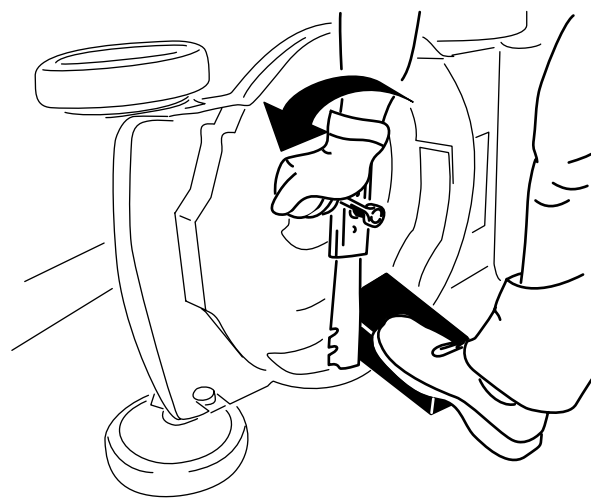

Figura 24
2. Folosii o bucată de lemn pentru a menține lama stabilă (Figura 24).
3. Îndepărtați lama, păstrând toate elementele de montare (Figura 24).